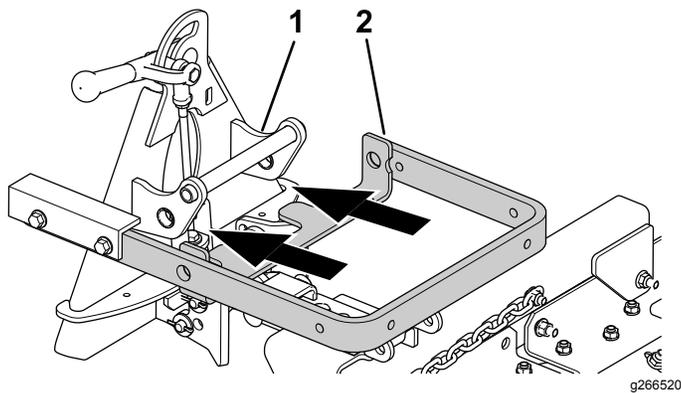
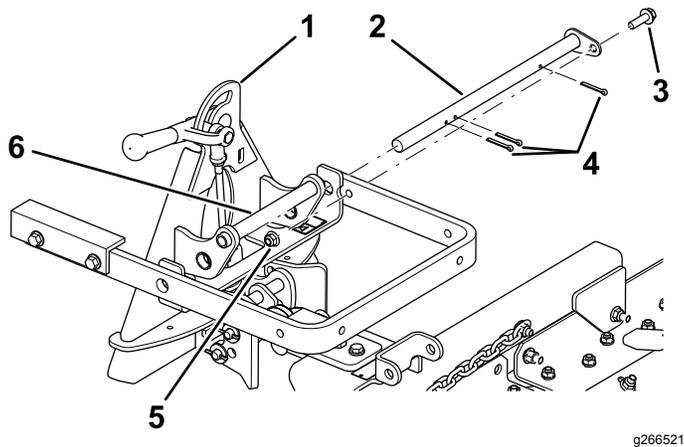

Figura 4
Figura 5
3. Alinee el brazo de elevación con el soporte del adaptador de accesorios (Figura 4) y conéctelos usando la barra de giro, según se muestra en Figura 5.
Nota: Para desplazar el adaptador de accesorios, utilice el asa de la parte trasera del adaptador (Figura 4).
4. Fije la barra de giro (Figura 5) con 3 pasadores de horquilla, un perno ($\frac{3}{8}$ " x $1\frac{1}{4}$ ") y una contratuerca ($\frac{3}{8}$ ").